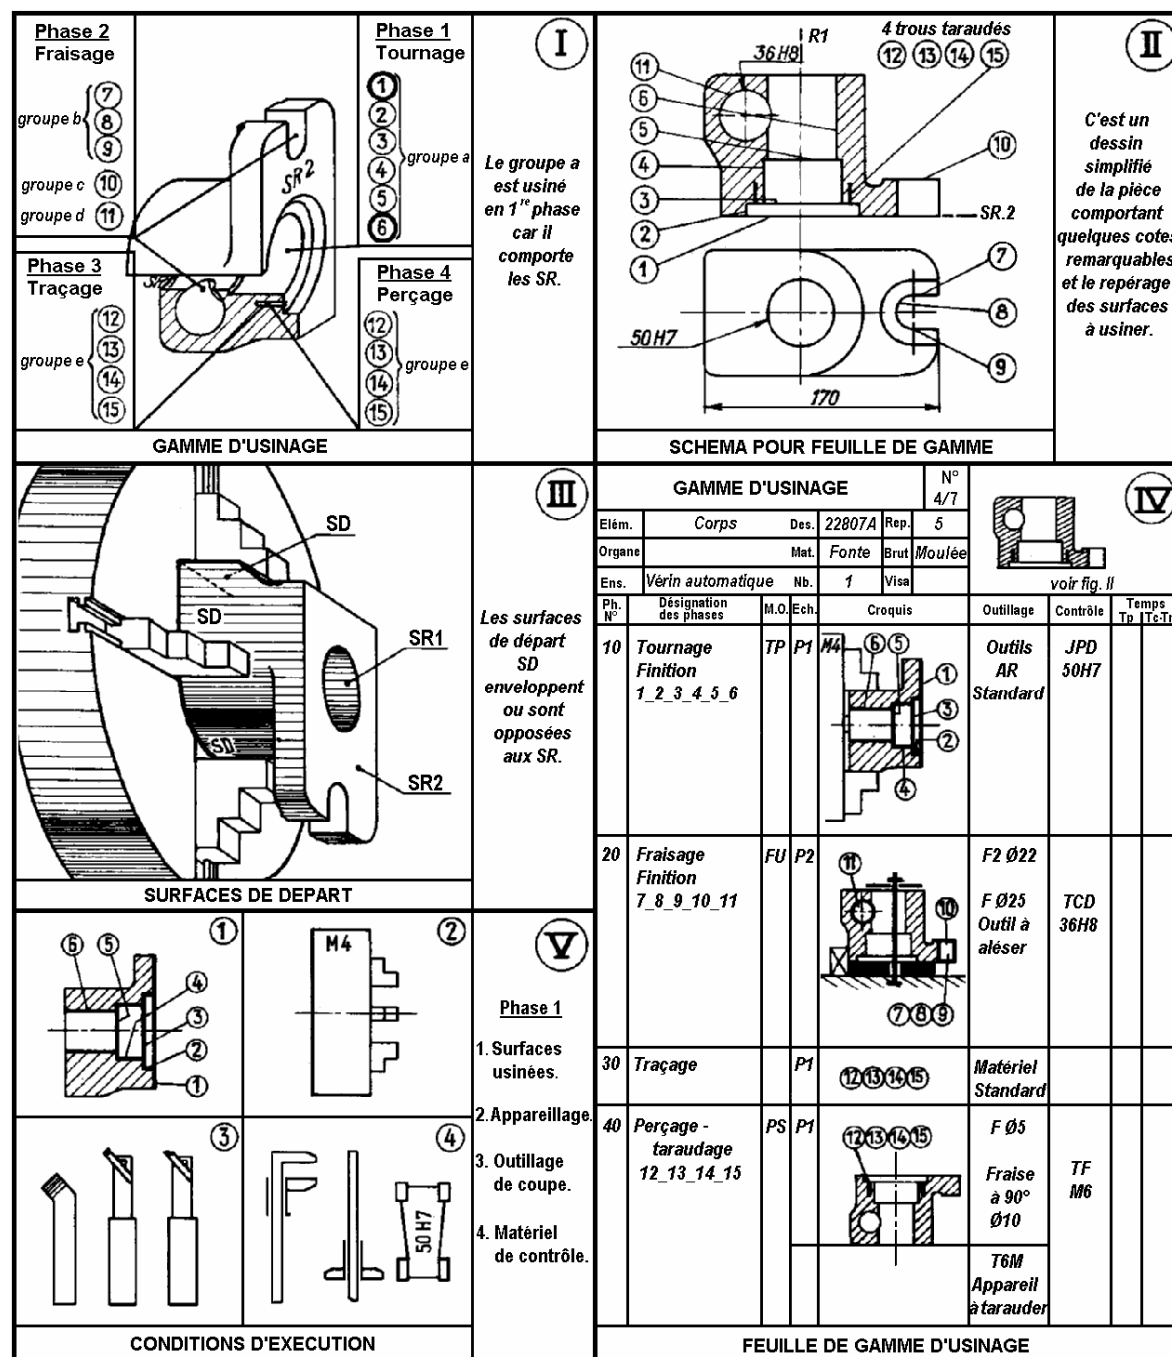

Figure 2
Etape 3. Ordonnancement des phases en gamme (fig. 2 - I) :
**Choix des surfaces de départ** (fig. 2 - III) : celles-ci doivent permettre l'usinage en phase 1 et par conséquent recouvrent les surfaces **4** et **6**.
#### Etape 4. Conditions d'exécution de chaque phase (fig. 2 - V) :
#### Feuille de gamme d'usinage (fig. 2 - IV)